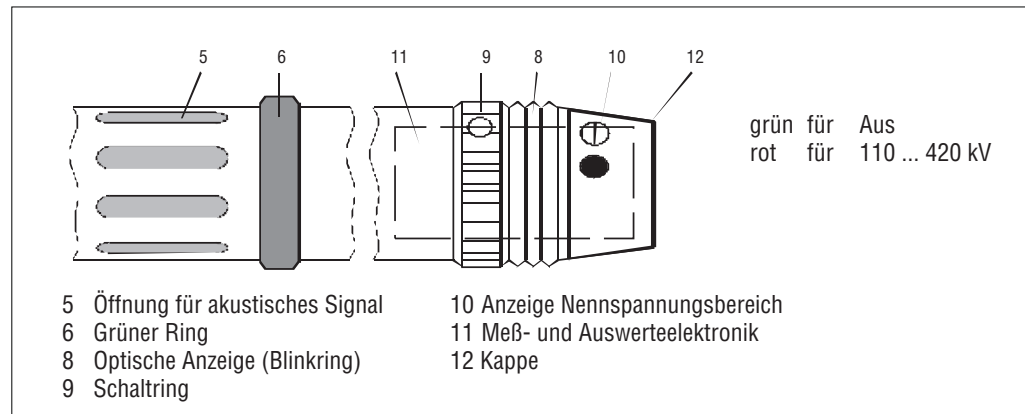

Bild 5: Arbeitskopf mit Anzeigeteil
5.1 Der Hochspannungsanzeiger hat am Arbeitskopf einen gelben gerändelten Schaltring, an dem durch Drehung das Gerät angeschaltet wird (siehe **Bild 5**).
6.1 Lösen der axialen Senkschraube in der Kappe (**Bild 5**) und Abnehmen der Kappe